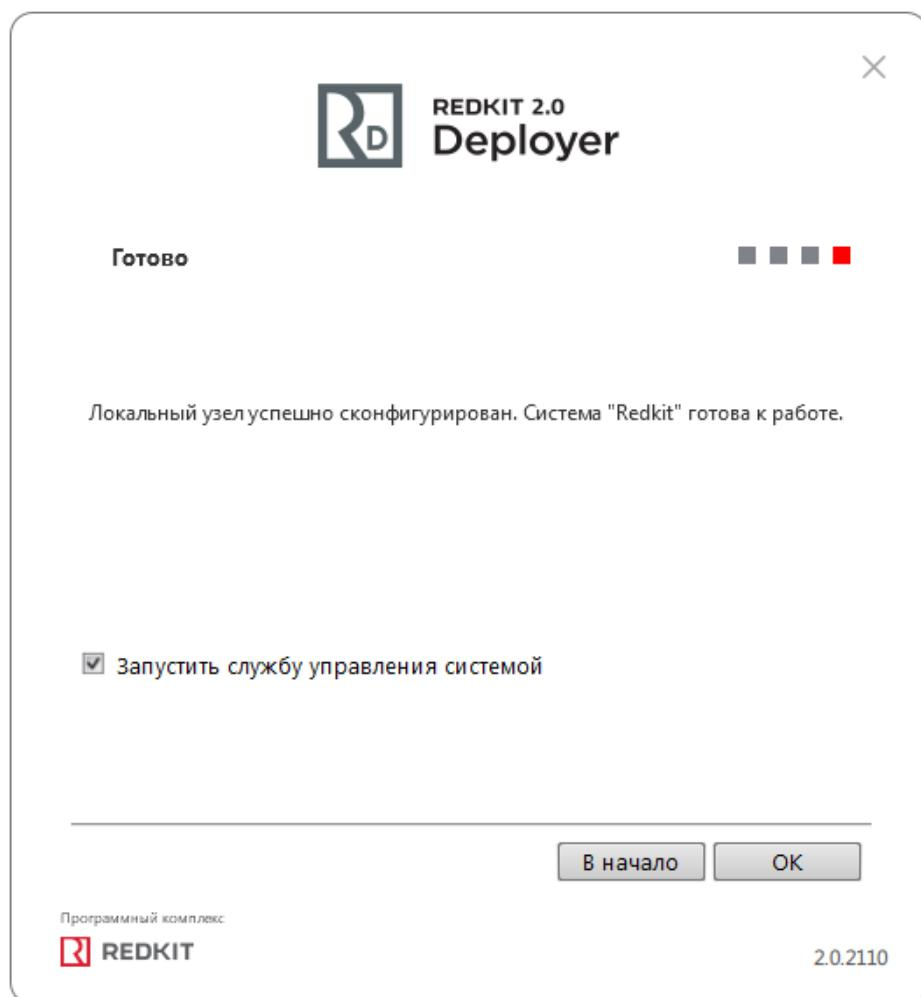

Рисунок 62 - Завершение конфигурирования
8. Отметьте чекбокс у команды Запустить службу управления системой и нажмите OK (Рисунок 62).